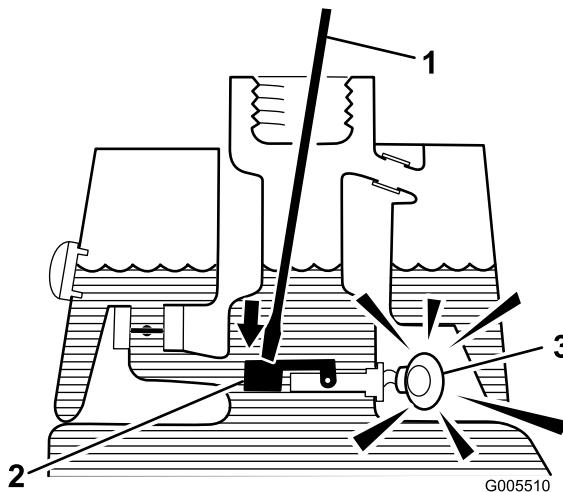

図 31
3. 汚れのない棒やドライバを差し込んで、フロートを軽く押さえてやる(図31)。1秒後にアラームが鳴れば正常である。